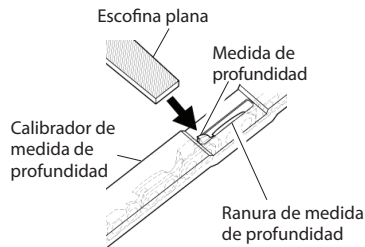

Figura 34 - Calibrador de medida de profundidad en la cadena
- Coloque el calibrador de medida de profundidad (.635 mm) firmemente a lo largo de dos elementos de corte. Asegúrese de que la medida de profundidad penetra en la ranura del calibrador de la medida de profundidad (vea la figura 34).